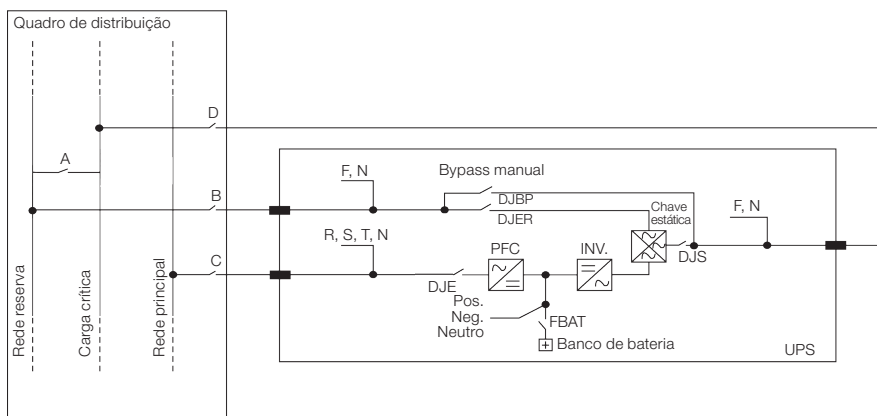

Figura 2.5: Configurações possíveis de entrada/saída do UPS
Para a conexão do equipamento à rede elétrica, recomenda-se utilizar uma das configurações apresentadas na Figura 2.5 na página 154. Os disjuntores B-C-D são termo-magnéticos sem proteção diferencial. Caso isso seja necessário, os mesmos devem possuir uma corrente de atuação superior a 0.3 A, tipo retardado e adequado para cargas de corrente contínua (tipo A). A capacidade (kVA) deve ser igual ou maior do que a capacidade do equipamento, indicada na etiqueta do número de série, conforme Seção 2.6 ETIQUETA DE IDENTIFICAÇÃO DO UPS na página 150. O disjuntor A é usado como Bypass externo.
- Após, instalar os disjuntores tetrapolares, em conformidade com as normas vigentes, com Curva C, conforme indicado na Figura 2.5 na página 154.